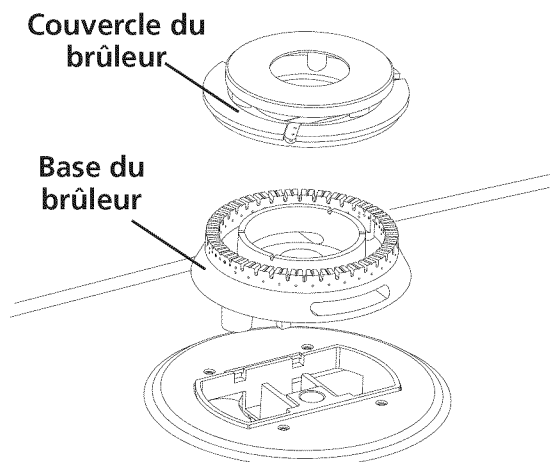

Figure 10
**C. Brûleur triple (si présent):** Enlevez les rubans adhésifs. Enlevez le couvercle et la base du brûleur. Retirez et jetez le matériel d'emballage. Remplacez la base et le couvercle du brûleur triple. **Attention de ne pas endommager les électrodes lorsque vous placez la base du brûleur sur l'ouverture de gaz.** Assurez-vous que l'électrode est correctement insérée dans l'ouverture prévue à cette fin sur la base du brûleur (Figure 10).